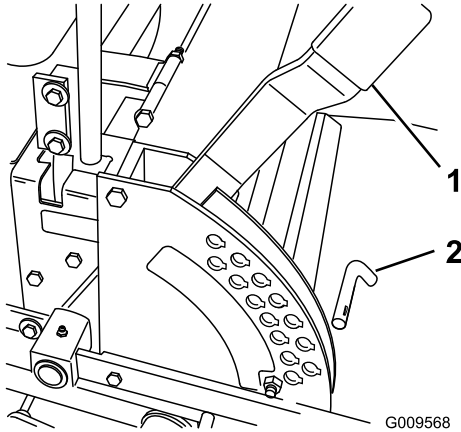

Figure 28
1. Élevez le levier de sélection de hauteur de coupe en position de TRANSPORT (qui correspond aussi à la hauteur de coupe de 127 mm) (Figure 28).
2. Pour changer de hauteur de coupe, retirez la goupille du support de hauteur de coupe (Figure 28).
3. Placez l'axe de chape dans le trou du support correspondant à la hauteur de coupe voulue (Figure 28).